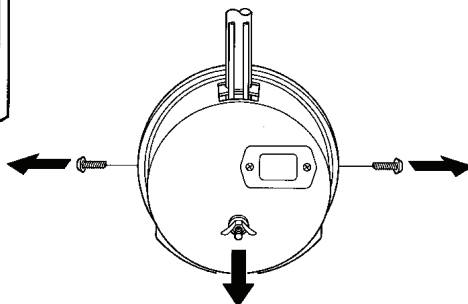

Figure 10 - Montage du portillon protecteur de la chambre de combustion
3. Otez les vis parker se trouvant sur le côté du portillon protecteur de la chambre de combustion (cf. figure 10).